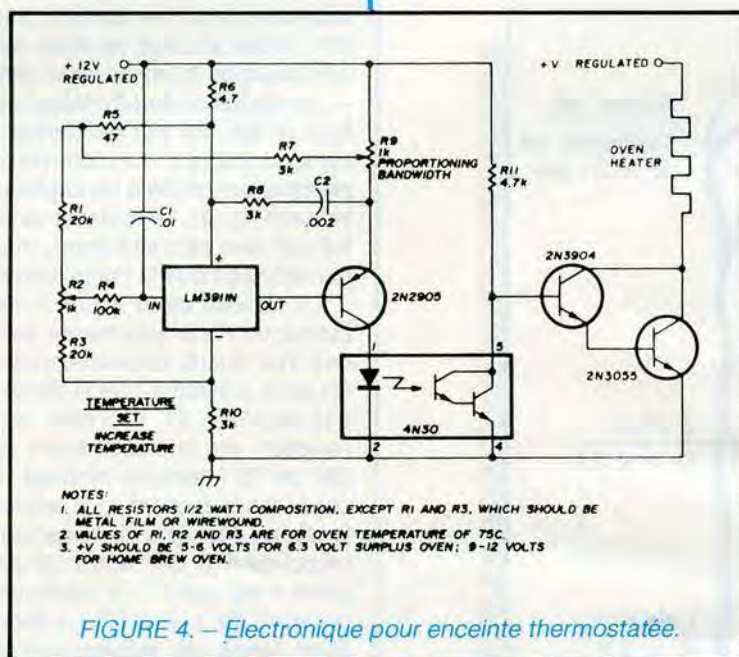

FIGURE 4. – *Electronique pour enceinte thermostatée.*
– La régulation électronique. Le chauffage se fait, soit par résistance, soit par semi-conducteur. Le contrôle de température est confié à un capteur spécialisé (voir fig. 4). Le système ainsi constitué est bien plus séduisant, mais guère plus efficace que le banal thermostat.